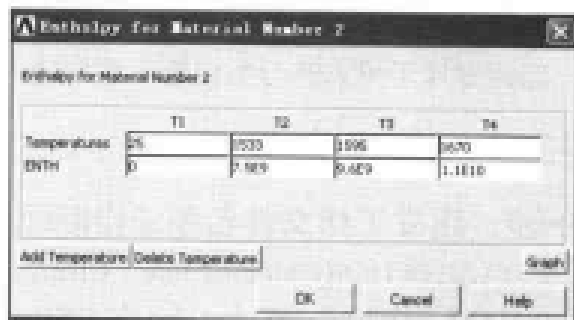

图 12-51 输入铸件材料焓值对话框
(8) 双击 Define Material Model Behavior 对话框上的 Enthalpy 选项, 出现 Enthalpy for Material Number 2 对话框, 单击 Add Temperature 按钮 4 次, 参照图 12-51 在文本框中进行输入, 单击 OK 按钮关闭该对话框。